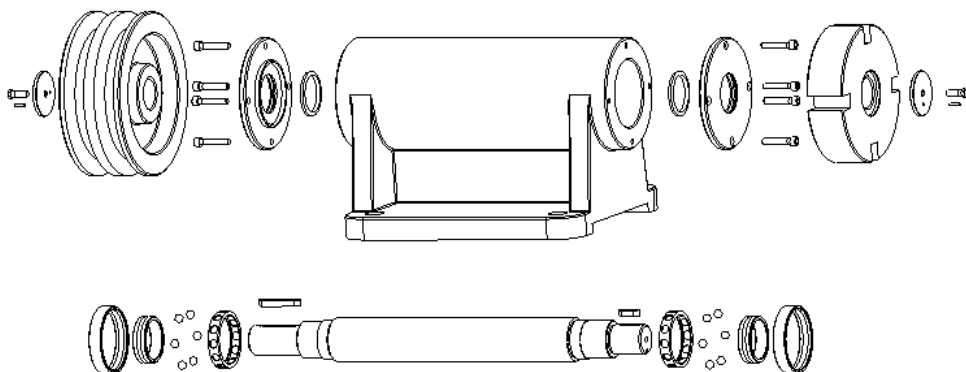

图 3.9.22 `asm_milling_base.prt` 主视图分解视图 (一)
为了全面地反映装配体的零件组成, 可以通过创建其分解视图来达到目的。图 3.9.22 所示为装配体 `asm_milling_base.prt` 主视图的分解视图。创建装配体工程图分解视图具体操作过程如下:
Step5. 单击“分解位置”对话框中的  按钮, 选择  命令, 再单击“绘图视图”对话框中的  按钮关闭对话框, 此时生成图 3.9.22 所示的分解视图。